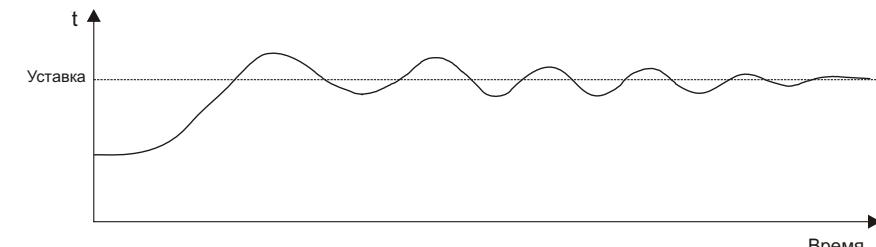
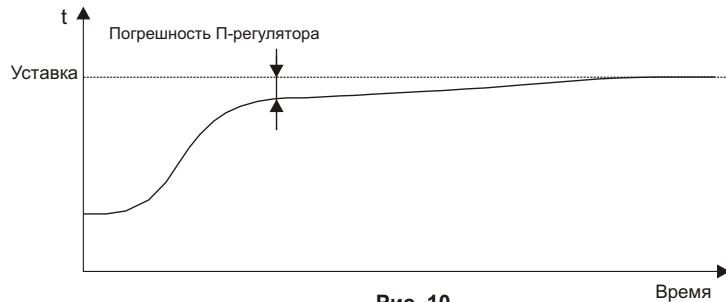

Рис. 12
Рис. 10
2) В большинстве случаев ПИ-регулятор необходимо настроить так, чтобы параметр выходил на установленный режим с момента пуска прибора, без коррекций **Ти** по ходу процесса регулирования. Рассмотрим пример настройки ПИ-регулятора температуры на определенный объект. Если для выхода объекта (холодного) на заданный температурный режим воспользоваться коэффициентом интегрирования, подобранным в процессе регулирования, как описано выше (Рис. 10 или 11), то мы получим большой первоначальный заброс температуры и последующие слабозатухающие колебания температуры в районе уставки (Рис. 12).
При слишком большом значении **T_i** температура достигнет заданной, и будет держаться точно на заданном уровне, но выход может оказаться неприемлемо длительным (Рис. 10).